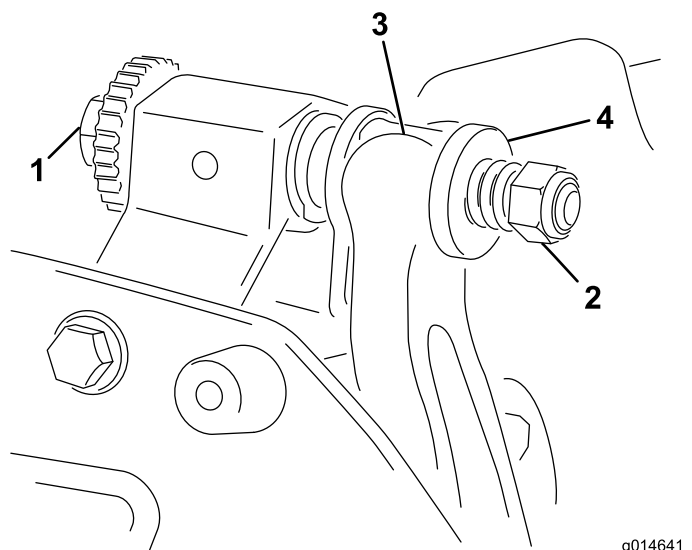

図 24
1. ベッドバー調整ねじを左に回して下刃とリールの接触を完全になくす 図 24。
2. スプリングテンションナットをゆるめて、ワッシャがベッドバーを全く押さないようにする 図 24。